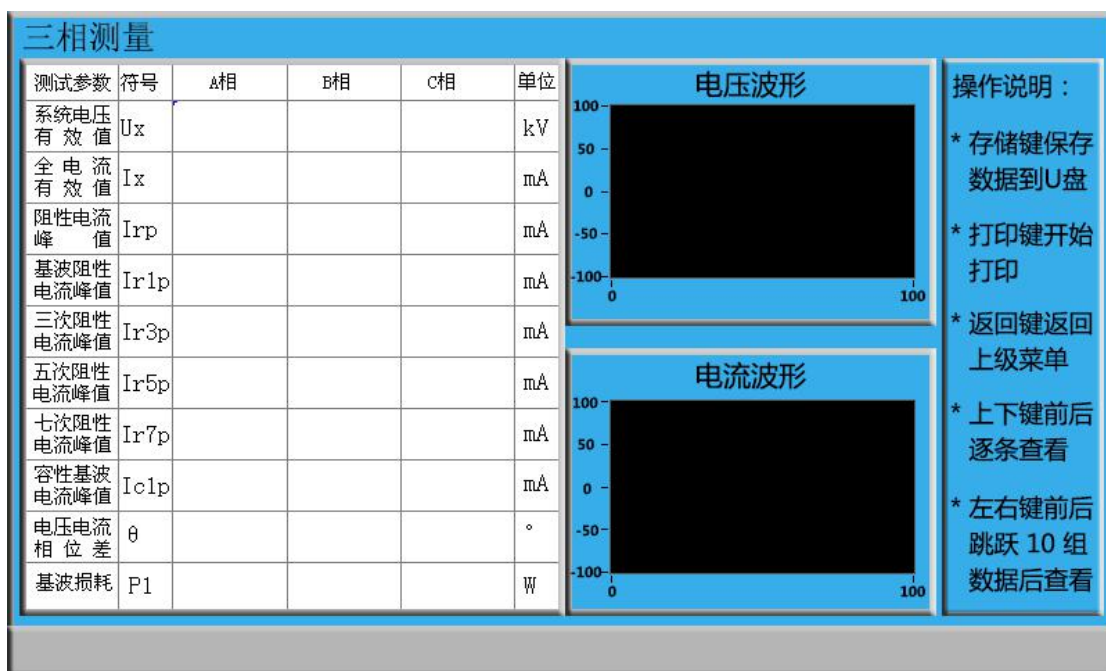

图 11
在图 3 界面，按“选择或返回键”移动“选择块”选择“数据浏览”功能按钮后，再按“确认键”进入数据浏览显示界面，如图 11；
**3、数据浏览：**用于查看测试数据，如下图 11 所示：